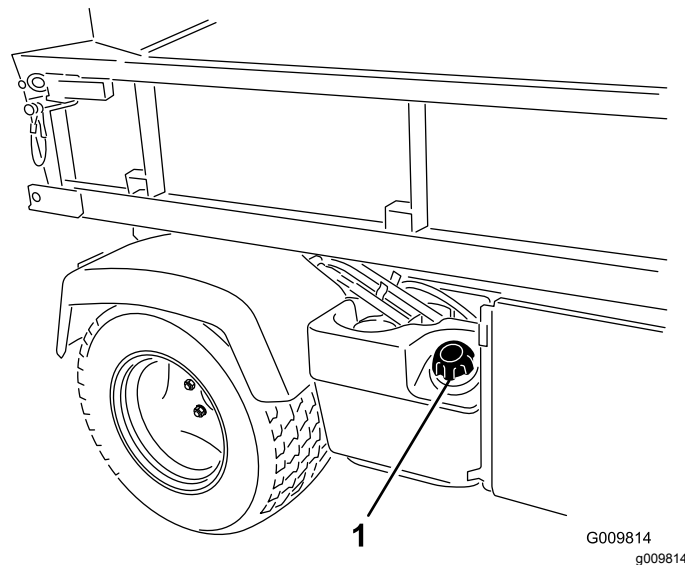

Figura 28
1. Limpie la zona alrededor del tapón del depósito de combustible (Figura 28).
2. Retire el tapón del depósito de combustible (Figura 28).